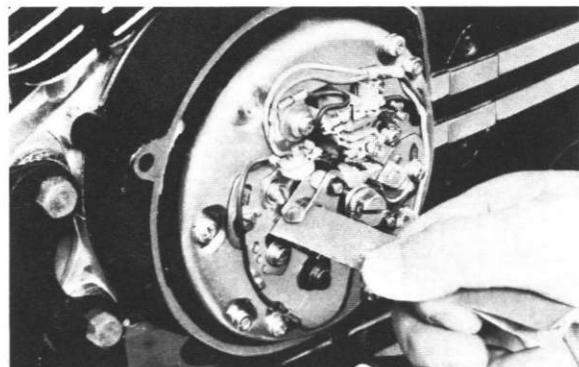

Fig. 6-2-2
- b. To clean the points, run a point file between the points until the grey deposits and pits have been removed. Spray the points with ignition point cleaner or lacquer thinner, then snap the points shut on a white business card (or paper of hard texture) and repeatedly pull the card through until no more carbon or metal particles come off on the card. (See Fig. 6-2-2.)
- b. Pour nettoyer les rupteurs, il suffit de faire passer une lime à contacts entre eux, jusqu'à ce que les dépôts grisâtres et les piqûres soient éliminés. Aspergez les rupteurs à l'aide d'un produit de nettoyage ou d'un diluant de peinture; ensuite, placez une carte de visite (ou un papier similaire) entre les rupteurs et faites leur frapper le papier à plusieurs reprises; faites ensuite glisser la carte de visite ou le papier jusqu'à ce qu'il n'y ait plus de trace de carbone ou de métal. (Voir Fig. 6-2-2)
- b. Zum Reinigen der Kontaktpunkte ist eine Kontaktfeile so lange zwischen den Punkten hin- und herschieben, bis die grauen Ablagerungen und die eingefressenen Stellen verschwunden sind. Anschliessend Kontaktpunkte mit Kontaktreiniger oder Lackverdünner einsprühen, Kontakte auf einem Stück weissem Karton (Visitenkarte) zuschnappen lassen, und den Karton so oft hin- und herschieben, bis er keine Spuren von Russ oder Metall mehr anzeigt. (Siehe Abb. 6-2-2)